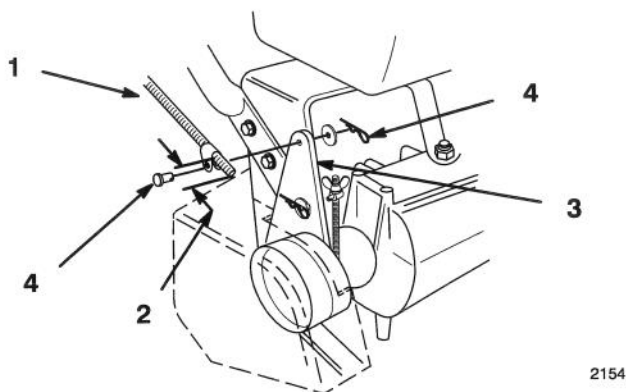
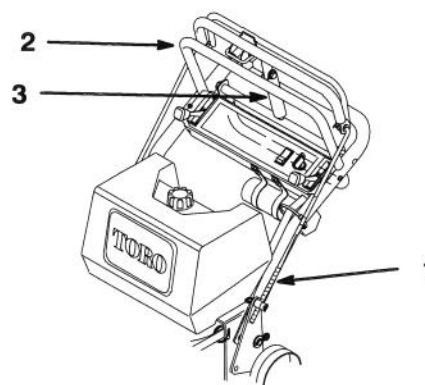

Figure 7
Figure 8
1. Visser une attache sur chaque tige de commande, à environ 5 cm (2 in) de l'extrémité (Fig. 7) ou pour que la barre de commande supérieure (Fig. 8) soit à peu près perpendiculaire au sol.
2. Monter l'extrémité des attaches de tige sur le trou de l'équerre de renvoi (par l'extérieur) au moyen des axes, rondelles et goupilles épingles (Fig. 7).
3. Contrôler l'écart entre la barre de commande supérieure et le haut du mancheron lorsque les courroies sont engagées à fond. L'écart doit être d'environ 1 à 1-1/4 in. (25 à 32 mm) (Fig. 8).
5. Le réglage des tiges de frein doit permettre d'appliquer facilement le levier de frein de stationnement contre le mancheron en tirant sur la barre de commande supérieure (Fig. 8).
6. Si un réglage des tiges de frein est nécessaire, retirer la goupille épingle et la rondelle de fixation de l'attache de la tige de frein à l'équerre de renvoi (Fig. 8).